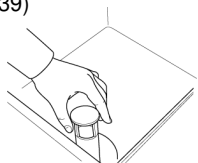

Abb. 39
- 2- Öffnen Sie die Tür und entfernen Sie den Überlauf. (Abb. 39)